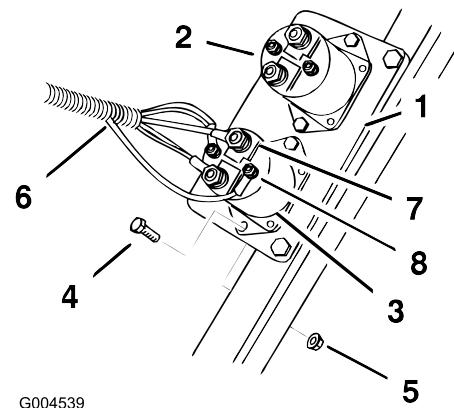

図 7
2. 既存のプレートに、ソレノイドを取り付ける；ボルト (#10 x 3/4 インチ) 2本とナット (#10) を使って 図 7 のように取り付ける。